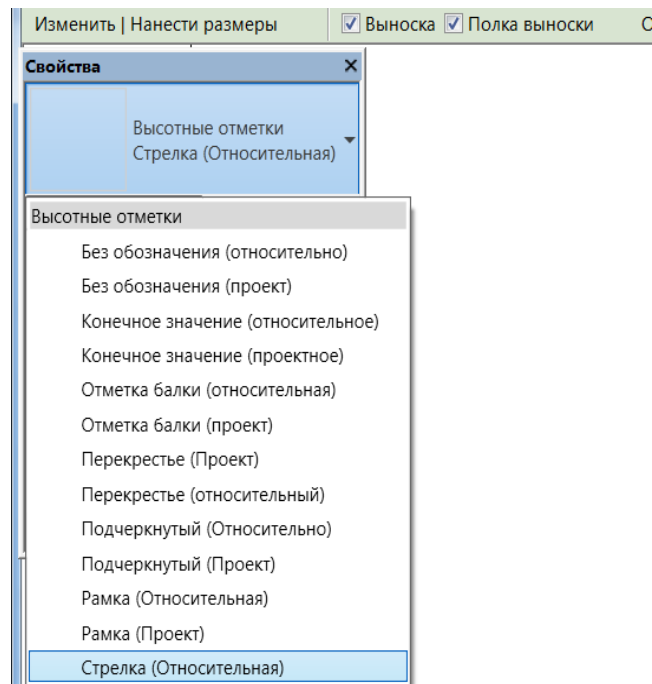

Рис. 118
2. На панели **Свойства** в списке **Отметка точки** выбрать строку **Стрелка (Относительная)** (рис. 118).